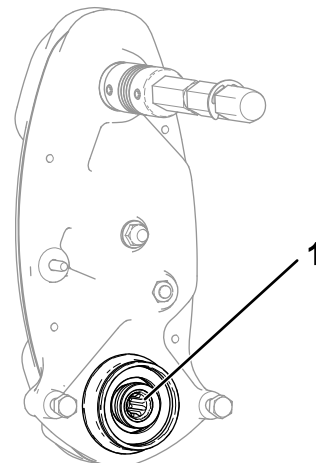

Figure 7
3. Vérifiez s'il reste de la graisse à l'intérieur de l'arbre d'entraînement de cylindre (**Figure 7**).